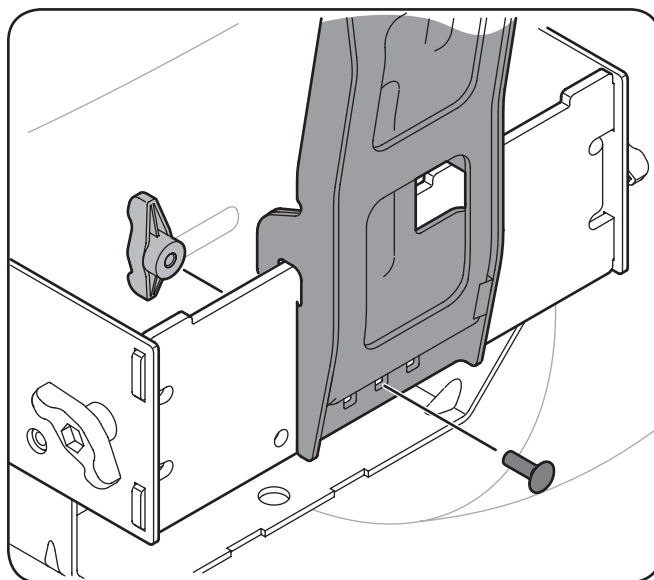

Figure 4-9
3. Fixez le support vertical pour l'ensemble de montage en utilisant un boulon de carrosserie (710-0276) et le bouton de l'aile (720-04122) la trousse de visserie 689-00328A. Voir Figure 4-9.